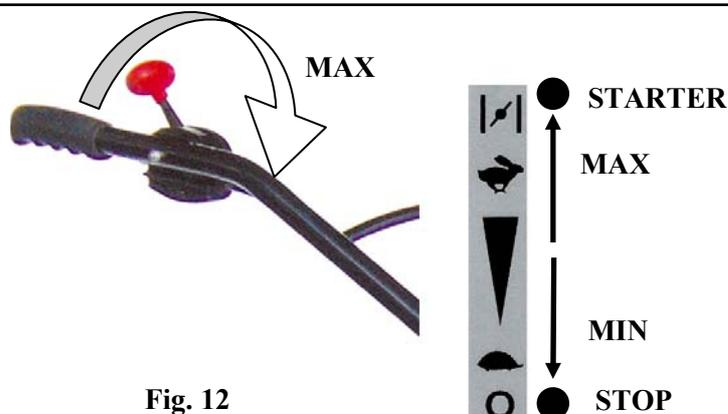
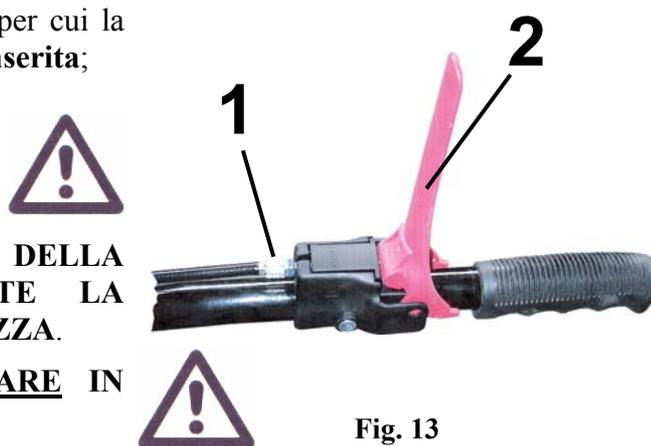

Fig. 12
Fig. 13
- Leva (**part.2 fig.13**) abbassata: innesto trasmissione, per cui la motozappa **avanza** o **arretra** in funzione della **marcia inserita**;
- Leva (**part.2 fig.13**) alzata: disinnesto trasmissione, la motozappa si **arresta**;
- Per regolare la tensione della cinghia agire sul registro (**part. 1 fig.13**).
1. Mantenere la leva di innesto trasmissione (**part. 2 fig.13**) alzata;
3. Accelerare il motore tramite manettino (**fig.12**) e abbassare gradualmente la leva di innesto trasmissione (**part. 2 fig.13**) per mettere in movimento la motozappa.
Rimuovere il carter di protezione (**fig. 16 Part. N**) svitando le 2 viti (**fig. 16 Part. O**). Verificare che con la leva di innesto trasmissione (**fig. 13 e 17a Part. 2**) abbassata la cinghia (**fig. 17b**) sia tesa e che con la leva alzata la cinghia sia libera di scivolare sulle gole delle pulegge (**fig. 17b Part. PM e PC**). In caso contrario è necessario portare il motore nella posizione corretta allentando le viti di fissaggio (**fig. 16 Part. Q**) e facendolo scivolare sul supporto asolato. Eseguita la registrazione fissare il motore e rimontare il carter protezione (**fig. 16 Part. N**).